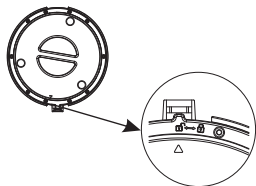

Рис. 1
**ВНИМАНИЕ!** Перед снятием крышки (1), убедитесь, что вилка шнура питания не вставлена в электрическую розетку.
- Снимите крышку (1), повернув её в положение «□» (рис. 1).